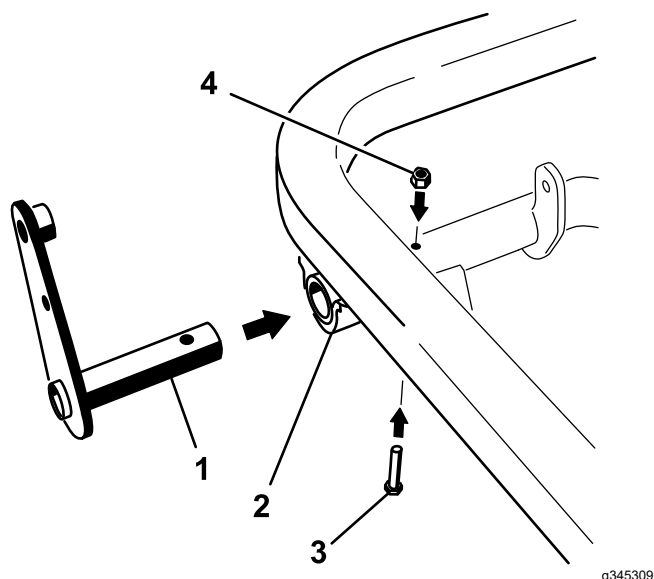

Figura 13
1. Introduzca la barra de la palanca en el extremo izquierdo del tubo de pivote, y sujételo pasando un perno (5/16" x 2") y una contratuerca (5/16") por el tubo de pivote (Figura 13).
3. Apriete el perno de pivote central (Figura 13, 4) a 20-25 N·m (175-225 pulgadas-libra).